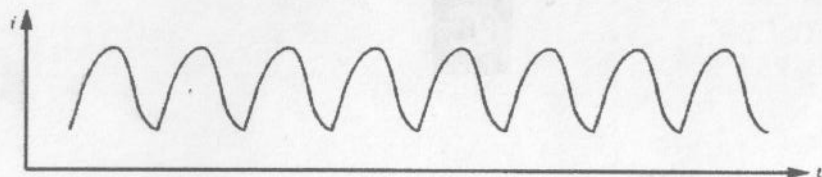

Рисунок 1
- 2.2.1 Двухполупериодный непрерывный ДН – импульсы тока синусоидальной формы с экспоненциальным срезом частотой 100 Гц (рисунок 1).